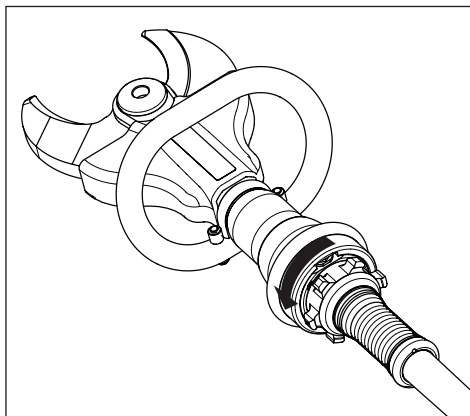

Figura 6, Abrir cortador
- Para abrir las cuchillas: Gire la perilla hacia la izquierda y manténgala en esa posición. Ver la Figura 6.